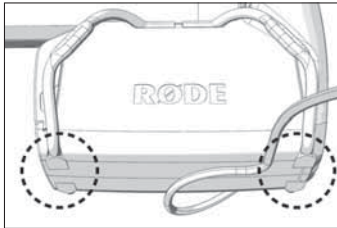

Abb. 12 – Befestigung der Gummibänder an der Unterseite des Mikrofonkorpus
3. Die „schuhartig“ geformten Spitzen am jeweils anderen Ende der Gummibänder setzen Sie einfach in die entsprechenden Aussparungen an der Unterseite des Mikrofons, diese befinden sich links und rechts unterhalb des Batteriefachs sowie unten auf der Rückseite des Mikrofons (Abb. 12).